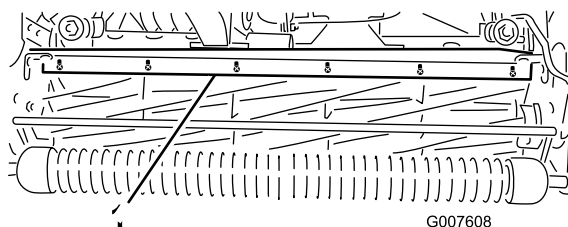

図 56
- バー（図 56）をカッティングユニットに固定しているネジをゆるめる。